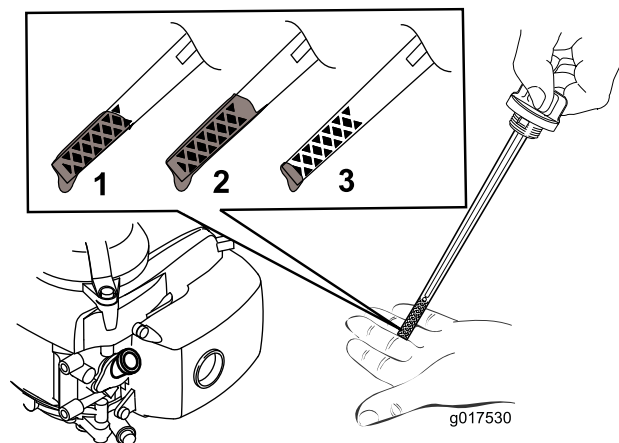

図 10
5. オイルの量の確認方法は 図 10 を参照。
注 ディップスティックで量を確認しながら 図 10 に示される適正量までオイルを入れる。オイルを入れすぎてしまった場合には、「エンジンオイルの交換」の項に従って余分なオイルを抜き取ってください。